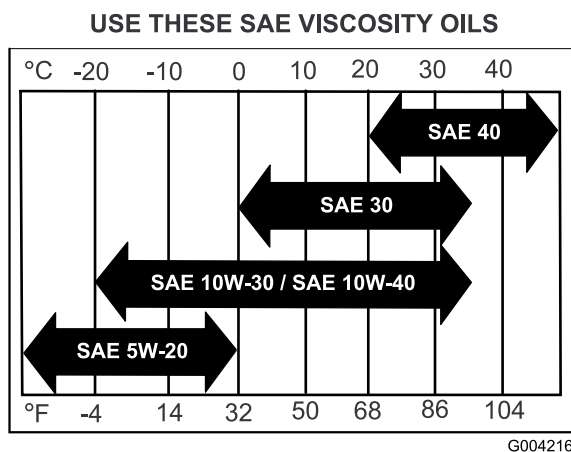

Figure 25
**Viscosité :** Voir le tableau (Figure 25).